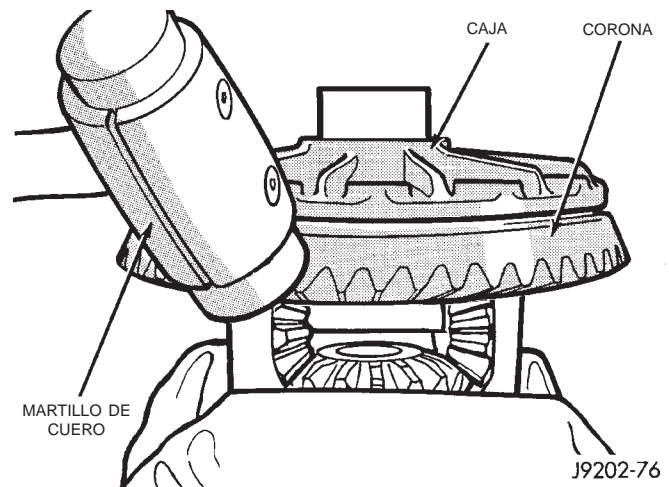

Fig. 42 Desmontaje de la corona
(2) Coloque la caja del diferencial en una mordaza adecuada con mandíbulas protectoras de metal blando (Fig. 42).
(3) Retire los pernos que sostienen la corona a la caja del diferencial.
(4) Mediante el empleo de un martillo blando, retire la corona de la caja del diferencial (Fig. 42).